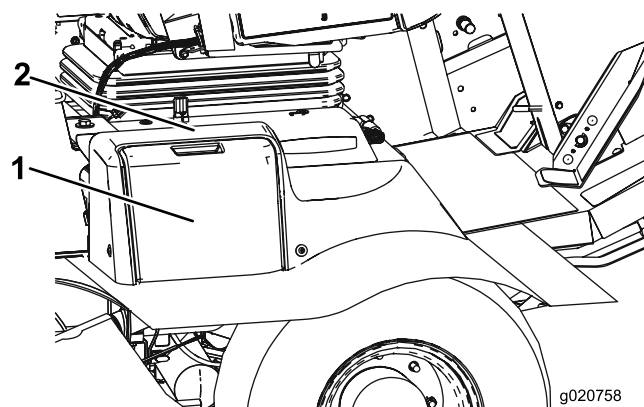

Рисунок 52
1. Откройте крышку аккумуляторной батареи сбоку на кожухе (Рисунок 52).
Примечание: Нажмите на плоскую поверхность над крышкой аккумуляторной батареи, чтобы облегчить снятие крышки (Рисунок 52).